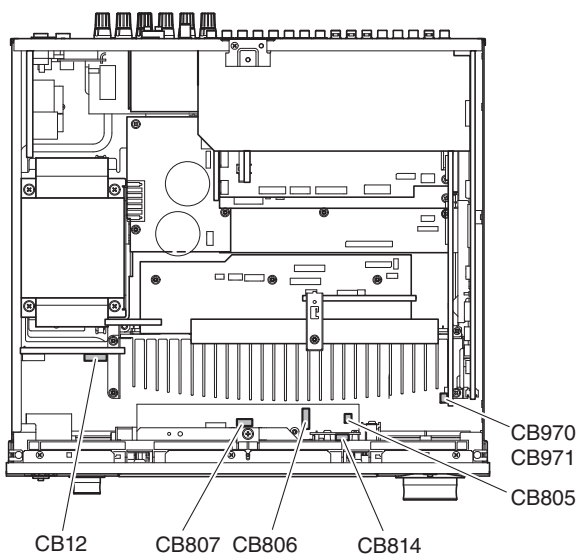

Fig. 2
- Remove CB12, CB805-807, CB814, CB970 and CB971. (Fig. 2)
- CB12、CB805～CB807、CB814、CB970、CB971を外します。(Fig. 2)